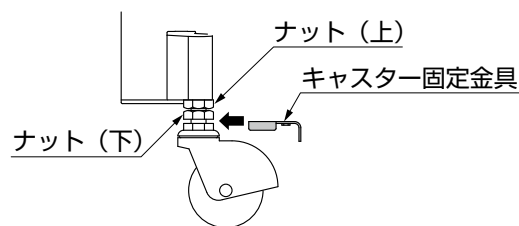

図10-2
- ②キャスター固定金具を「ナット（下）」の下側に挿入し、「ナット（下）」でキャスター固定金具を固定してください。（図10-2参照）
- ④「ナット（上）」を上にあげて固定してください。（図10-2参照）